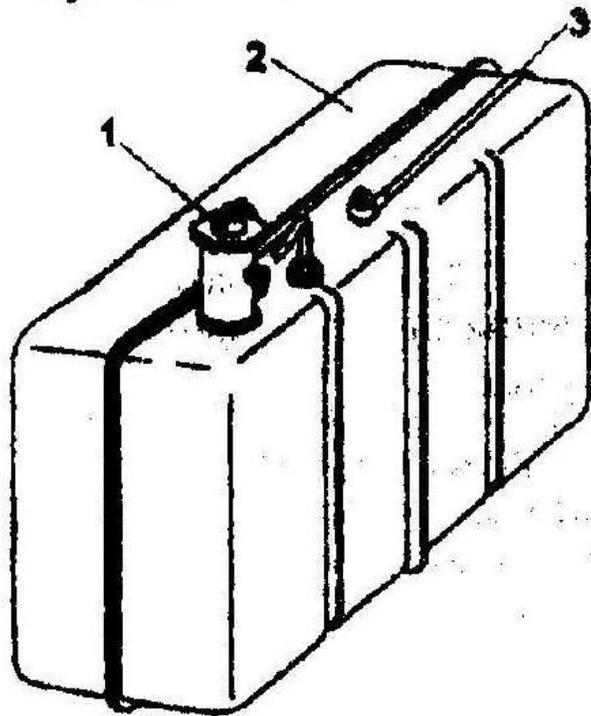

Рис. 50. Топливный бак:
6.5.4. ТОПЛИВНЫЙ БАК (рис. 50) снабжен сетчатым фильтром, расположенным, на горловине 1. Этот фильтр запрещается вынимать при заправке бака топливом. Дм слива отстоя топлива имеется шланг.